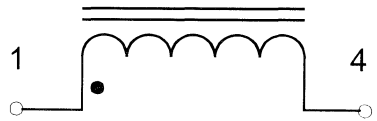

Fig. 3
**Drossel U15 (Fig. 3)**
**Choke U15 (Fig.3)**